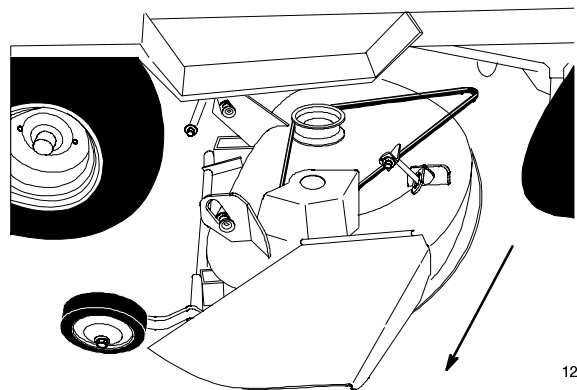

Bild 17
8. Drehen Sie die Vorderräder ganz nach links und heben den Zubehörhubhebel vollständig in die eingeklinkte Stellung; siehe Bedienungsanleitung der Zugmaschine. Schieben Sie das Schneidwerk von rechts ausgehend unter dem Chassis heraus (Bild 17).